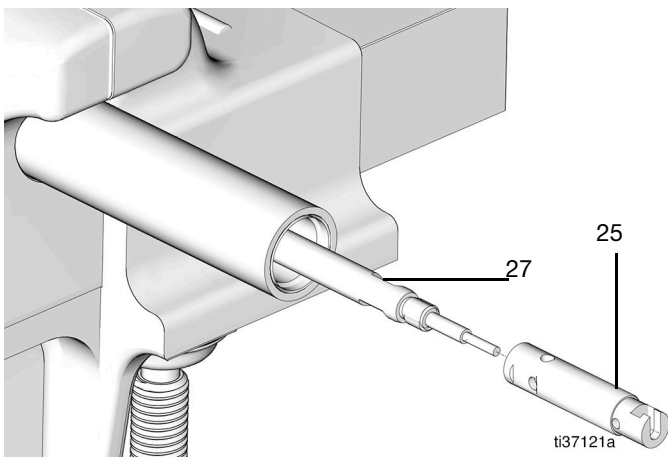
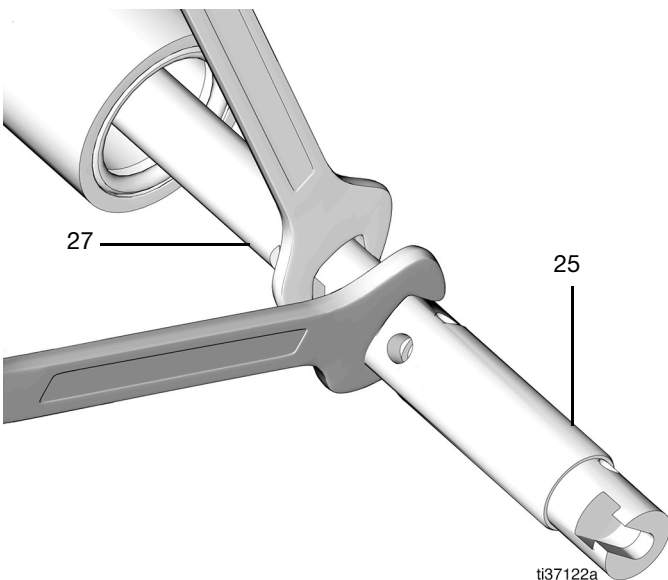

FIG. 57
FIG. 58
11. Aplique compuesto fijador de roscas de resistencia media en las roscas de la varilla de la bomba (27).
12. Coloque el pistón de la bomba (25) en el extremo de la varilla de la bomba (27) y apriete usando dos llaves (a un par de 13,6 N•m [10 lb-pie]) (FIG. 57 y FIG. 58).